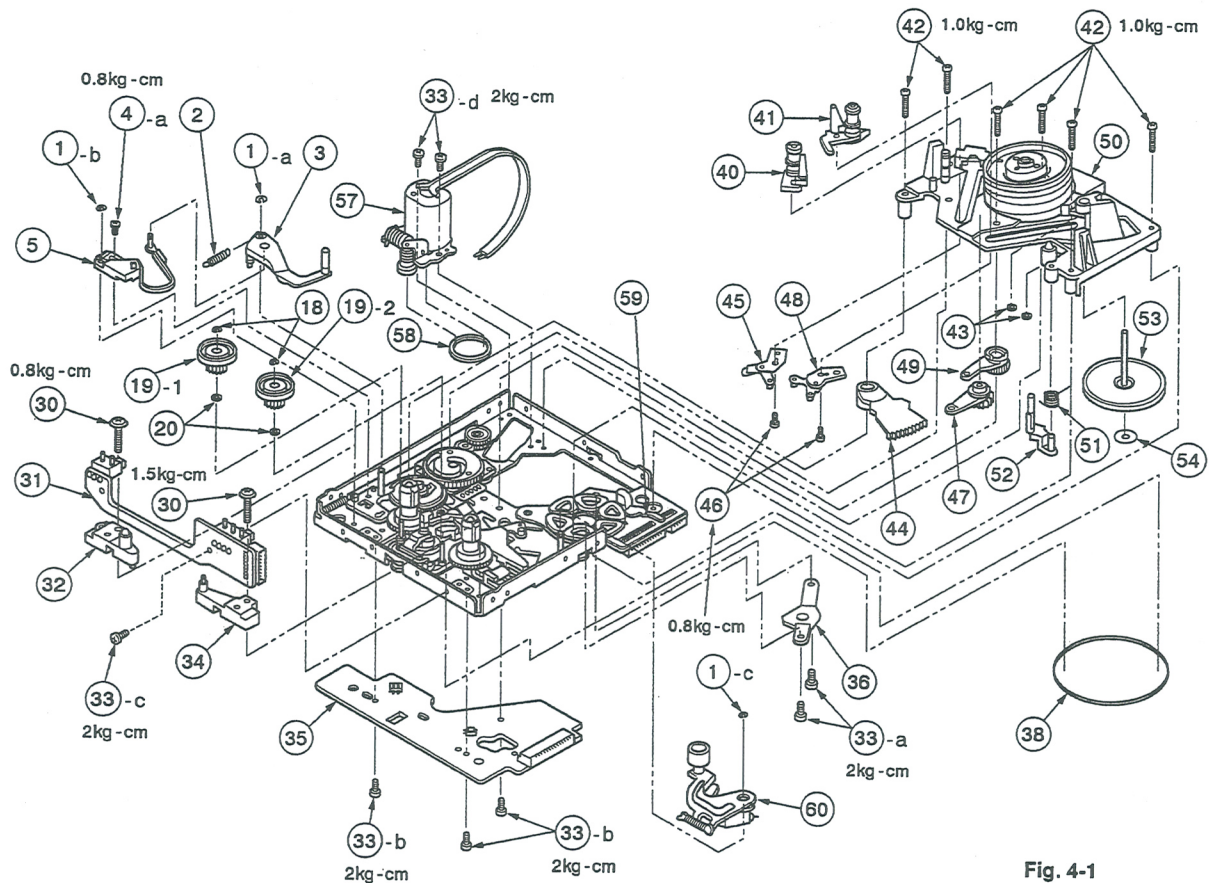
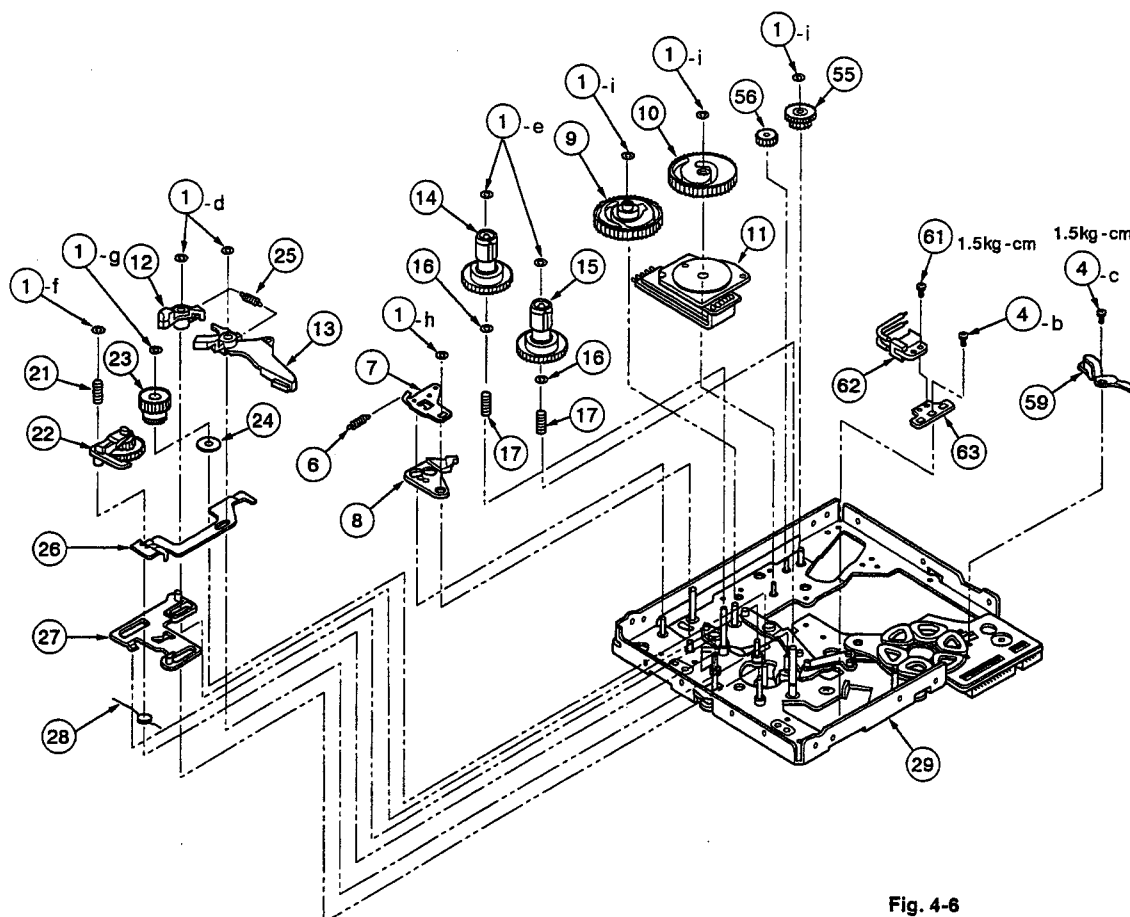

Fig. 4-1
Fig. 4-6
- 1). Desolder nine soldered portions [5-conductor J cable from the ①① Mode SW (Fig. 4-6), 2-conductor J cable from the ⑤⑦ Loading Gear Block (Fig. 4-1) and lead wires from the ⑥② Solenoid (Fig. 4-6)].
- 2). Unscrew the three ③③-b screws, then remove ③⑤.
- 1). 半田付け9ヶ所 [①① Mode SW (Fig. 4-6) からの5芯J線 + ⑤⑦ Loading Gear Block (Fig. 4-1) からの2芯J線 + ⑥② Solenoid (Fig. 4-6) からのリード線] を外す。
- 2). ③③-bネジ3本を外し、③⑤を外します。